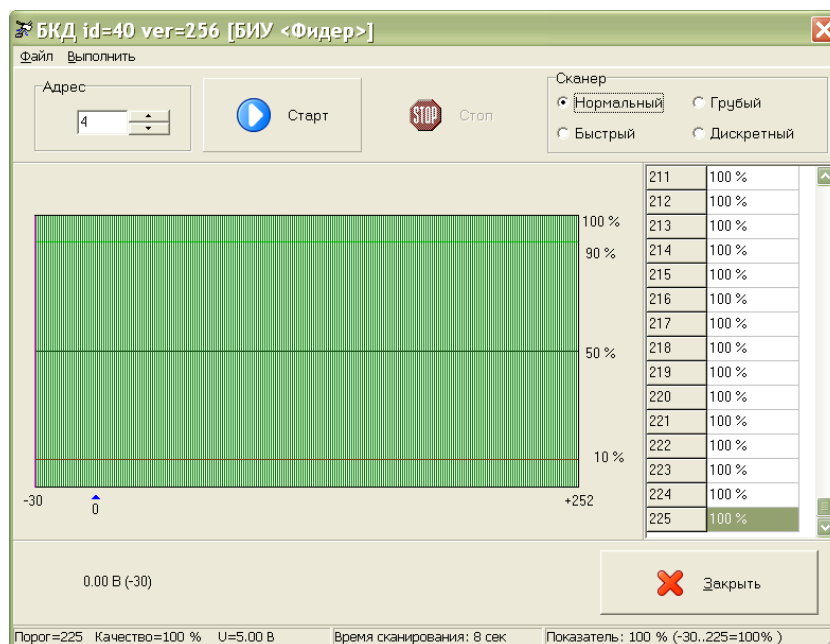

Рисунок 18
- 5) Проверить качество связи в СОС-95 между БКД-М и БИУ (рисунок 18): установить режим сканера «Нормальный» и нажать кнопку «Старт». Для исправного БИУ качество связи должно быть 100% на всем диапазоне порогов приема БКД-М.